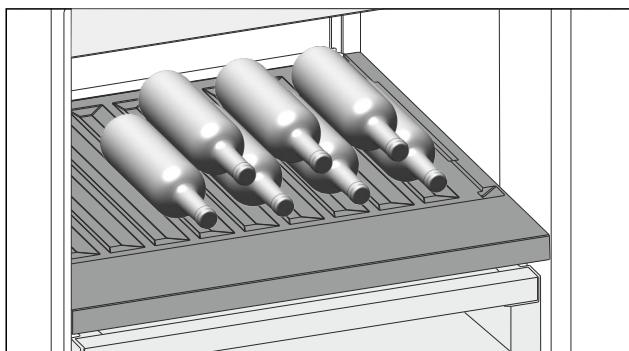

Fig. 124
- Placer les bouteilles avec le fond orienté vers la paroi arrière de l'appareil. (voir Fig. 124)